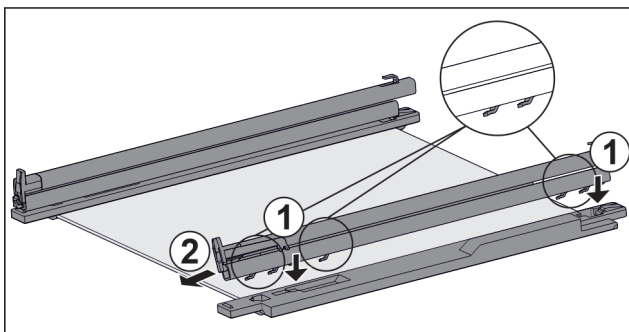

Fig. 57 Tablette en verre avec rails et pièces de retenue
- Placer les crochets du rail sur les ouvertures de la pièce de retenue de **gauche**. Fig. 57 (1)
- Tirer le rail vers l'avant. Fig. 57 (2)
- Placer les crochets du rail sur les ouvertures de la pièce de retenue de **droite**. Fig. 57 (1)